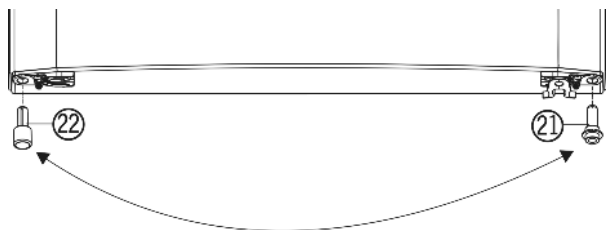

Fig. 4
- ▶ Ta ur distansdelen Fig. 4 (22) ur dörren, nere till vänster.
- ▶ Sätt åter in distansdelen Fig. 4 (22) nere till höger i dörren.